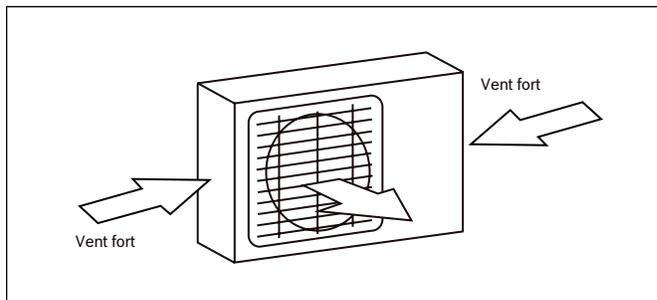

Figure 19
- ▶ Si le module est exposé à des vents forts : Installez le module de sorte que le ventilateur de la sortie d'air soit à 90° par rapport à la direction du vent. Au besoin, construisez un brise-vent devant le module pour le protéger des vents trop forts. Voir les figures 19 et 20.